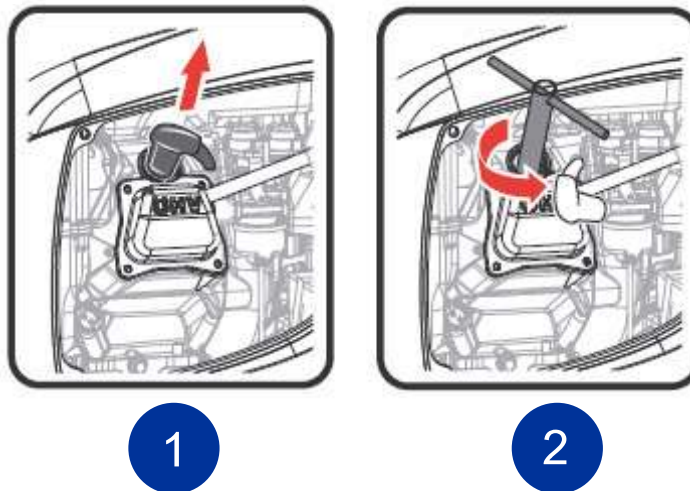

Fig. 9-7 Ta bort tändstiftet
2. Dra bort tändstiftets kontakt Fig. 9-7 - **1** från tändstiftet. Var noga med att dra direkt på kontakten, inte på tändkabeln!
3. Sätt in tändstiftnyckeln på tändstiftet Fig. 9-7 - **2** och lossa den genom att vrida den moturs.